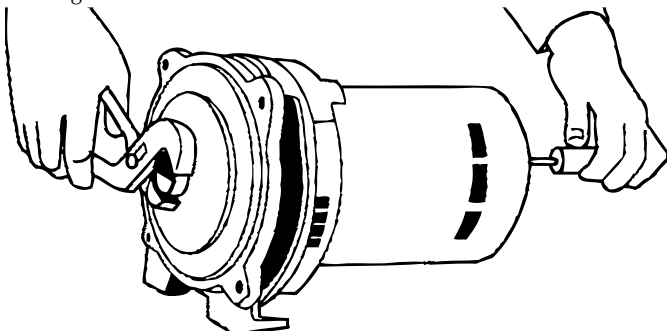

Figure 11 – Dépose de l'impulseur
5. Déposer l'impulseur en immobilisant l'arbre de la pompe avec une paire de pinces pour pompe à eau, puis dévisser l'impulseur en le tournant dans le sens contraire des aiguilles d'une montre en faisant face à ce dernier pour le déposer (figure 11). L'impulseur peut également être déposé en dégageant le couvercle d'extrémité de l'arbre du moteur. Mettre le tournevis dans la fente qui se trouve à l'extrémité du moteur et l'immobiliser pour empêcher la rotation de l'arbre. Dévisser l'impulseur en le tournant dans le sens contraire des aiguilles d'une montre. S
5. Immobiliser l'arbre de la pompe avec des pinces, puis dévisser la roue comme il est illustré (figure 11).